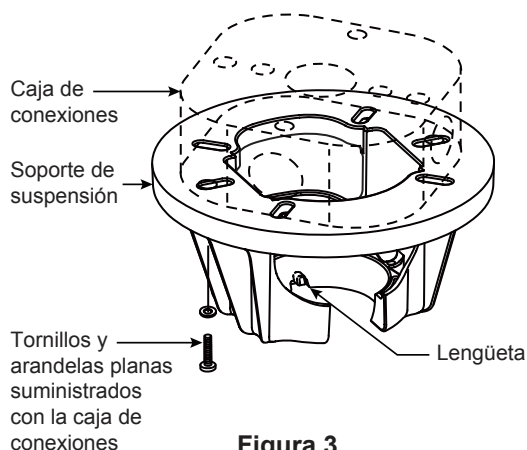
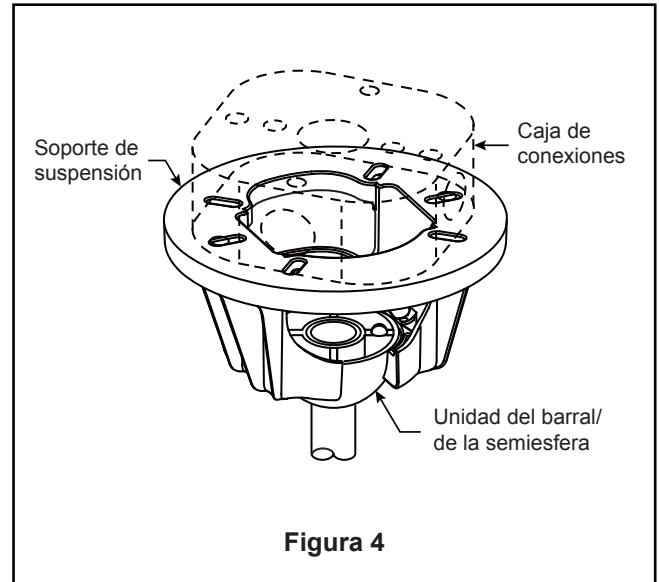

Figura 3
Figura 4
Uso del soporte (Figura 3)
- ☐ 3. Afloje los dos tornillos de fijación del soporte del barral. Alinee los orificios del pasador en el barral con los orificios del soporte del mismo. Coloque el pasador y asegúrelo con el pasador de horquilla. (Figura 3) Asegúrese de empujar la pata recta del pasador de horquilla a través del orificio cerca de la punta del pasador hasta que la parte curva del pasador de horquilla se cierre con un clic alrededor del pasador. El pasador de horquilla debe estar instalado correctamente para evitar que el pasador se afloje. Tire del barral para asegurarse de que el pasador está instalado correctamente.
- ☐ 4. Pase los cables a través de la cubierta de unión del motor y el capuchón del ventilador como se muestra, con el lado abierto apuntando hacia arriba. (Figura 3)
- ☐ 1. Fije bien el soporte de suspensión a la caja de conexiones con los tornillos y las arandelas planas suministrados con la misma. (Figura 3)
NOTA: Se deben pasar los tornillos de la caja de conexiones a través de los orificios que se encuentran en el soporte de suspensión. (Figura 3)
- ☐ 3. Con cuidado, levante el ventilador y apoye la unidad del barral/de la semiesfera en el soporte de suspensión que acaba de fijar a la caja de conexiones. (Figura 4) Asegúrese de que la ranura en la semiesfera esté alineada con el reborde del soporte de suspensión. (Figura 3)
- ☐ 5. Ajuste las aspas ensambladas y los soportes al buje del motor con los tornillos y las arandelas de seguridad suministrados. (Figura 3)
- ☐ 7. Desarme la unidad de la caja/del adaptador del interruptor retirando 3 tornillos. (Figura 4)